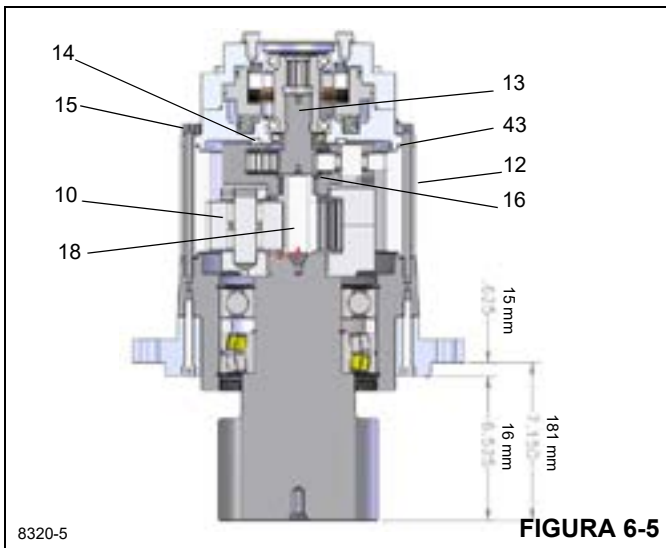

FIGURA 6-5
1. Retire el mecanismo del vehículo retirando los pernos en la brida de montaje (9).
2. Retire el subconjunto de frenos, los conjuntos de engranaje (10 y 11) y la corona dentada (12) de la unidad, retirando los veinte pernos de la corona dentada (15) y las arandelas (53). Tome nota o marque la orientación de la caja del freno en relación a la lumbrera de drenaje de aceite del mecanismo en la caja del cojinete (1) para el armado.
3. Apalanque el sello de aceite (42) hacia afuera de la caja del cojinete (1), corte el sello con unas tijeras y retírelo del engranaje del piñón de salida (2).
4. Retire el anillo retenedor (7) de la caja del cojinete (1).
5. Fije el conjunto de caja del cojinete y presione el engranaje del piñón (2), el cojinete esférico (4), el anillo retenedor (8) y el espaciador (6) hacia afuera de la caja del cojinete (1).
6. Retire el anillo retenedor (7) de la caja del cojinete.
7. Golpee suavemente o presione el cojinete de bola (5) hacia afuera de la caja del cojinete.
9. Para el armado de la sección del cojinete y el piñón, la distancia de la brida de montaje al extremo del piñón se debe mantener mientras se presionan los cojinetes nuevos hacia la caja. Para esta unidad, la dimensión es de 181 mm (7.150 pulg). Para referencia, vea la Figura 6-5.
10. Instale el anillo retenedor externo (7) en la caja del cojinete.
11. Instale un sello de aceite nuevo (42) en la caja del cojinete (1).
12. Coloque cuidadosamente el conjunto de caja del cojinete en el eje del piñón, asegurándose de tener los espaciadores adecuados en su lugar para obtener las dimensiones de 181 mm (7.150 pulg) que se muestran en la Figura 6-5.
13. Usando las herramientas de presión adecuadas, instale y presione el cojinete de rodillos esféricos (4) en la caja.
14. Instale el anillo retenedor (8) en el eje del piñón, asegurándose de que quede asentado correctamente sobre la ranura.
16. Usando las herramientas de presión adecuadas, presione el cojinete de bolas (5) en la caja.
17. Instale el anillo retenedor interior (7) en la caja.